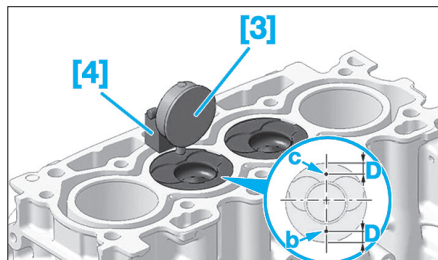

Fig. 57
• Monter les outils [3] et [4] sur le plan de joint du carter-cylindres (Fig.57).